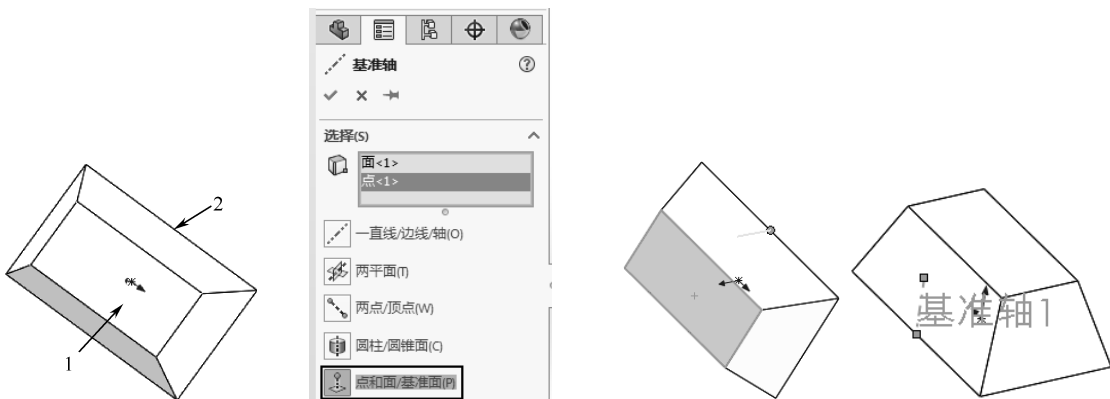

图 5-45 源文件 图 5-46 “基准轴”属性管理器 图 5-47 预览效果 图 5-48 创建的基准轴
- 02** 在“打开”属性管理器中选定文件名为“5.11”，然后单击“OK”按钮，或者双击所选定的文件，即打开所选文件，如图 5-45 所示。
- 04** 单击“选择”下的列表框，然后单击如图 5-45 所示的面 1 及中点 2，其“基准轴”属性管理器如图 5-46 所示。